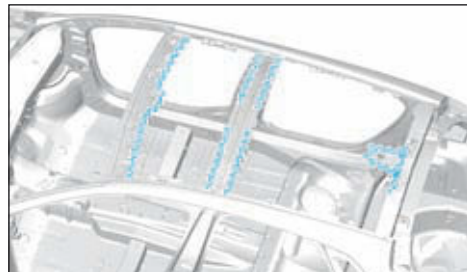

FIG.129
- Appliquer une colle structurale de calage : - indice "A2" (Fig.129).